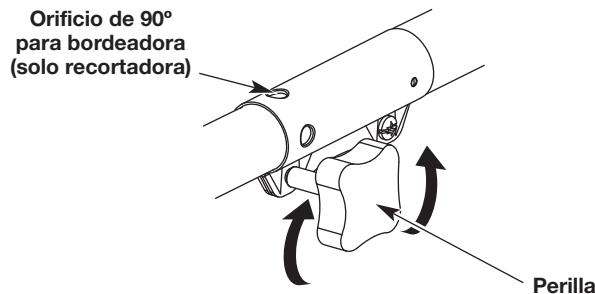
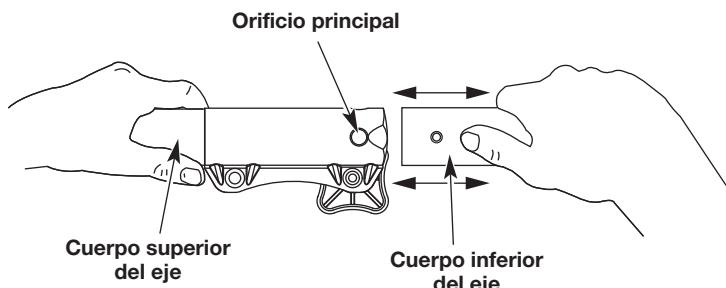

Fig. 4
Fig. 6
1. Para aflojar, gire la perilla en sentido contrario a las agujas del reloj (Fig. 4).
2. Mientras sostiene el accesorio con firmeza, empuje en línea recta hacia dentro del acoplador hasta que el botón de desconexión encaje firmemente en el agujero principal (Fig. 6).
3. Para apretar, gire la perilla en el sentido de las agujas del reloj (Fig. 4).
PRECAUCIÓN: Antes de operar esta unidad, cerciórese de que el botón de liberación esté completamente encajado en el orificio principal (Fig. 6) y de que la perilla (Fig. 4) esté bien apretada.
Para hacer cortes (orillados) decorativos con el accesorio de corte del cabezal de línea, trabe el botón de desconexión del accesorio en el interior del orificio de 90° (Fig. 4).
3. Al tiempo que sujetá firmemente la caja del eje superior, saque el accesorio del acoplador (Fig. 6).